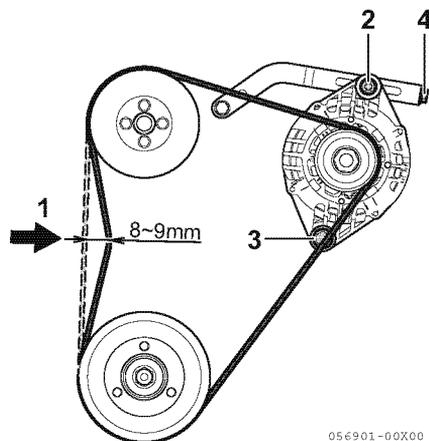

Figure 4
2. Controllare la cinghia premendo al centro della cinghia **(Figure 4, (1))** con il dito.
3. Allentare i 3 bulloni dell'alternatore **(Figure 4, (2) (3) (4))**.
4. Avvitare il bullone di regolazione (**Figure 4, (4)**) e spostare l'alternatore in modo da regolare la tensione della cinghia in modo corretto.